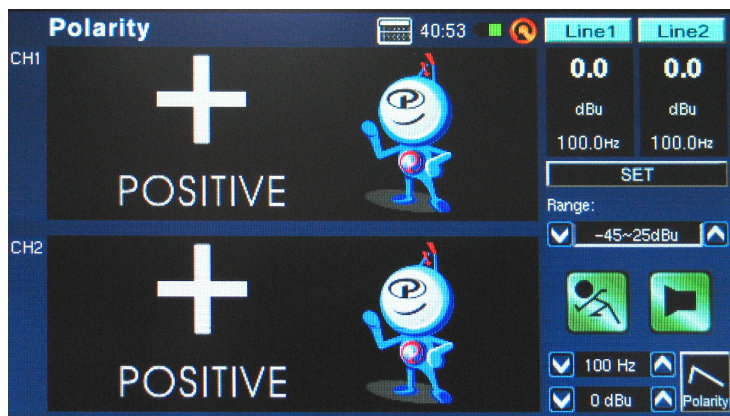

figura 57
7. Un gran “+” aparece en la pantalla significa que la señal está en fase y el cableado es correcto (figura 57).